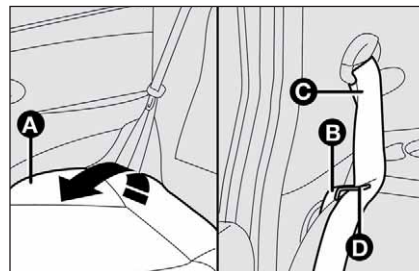

fig. 117
- verificare che ciascuno dei due nastri **C-fig. 117** delle cinture di sicurezza laterali sia inserito nella rispettiva linguetta di guida cintura **D**;
- alzare il cuscino **A-fig. 117** come illustrato in figura;
- sganciare lo schienale, spostando le leve **B-fig. 117** quindi ribaltarlo in avanti in modo da ottenere un unico piano di carico;